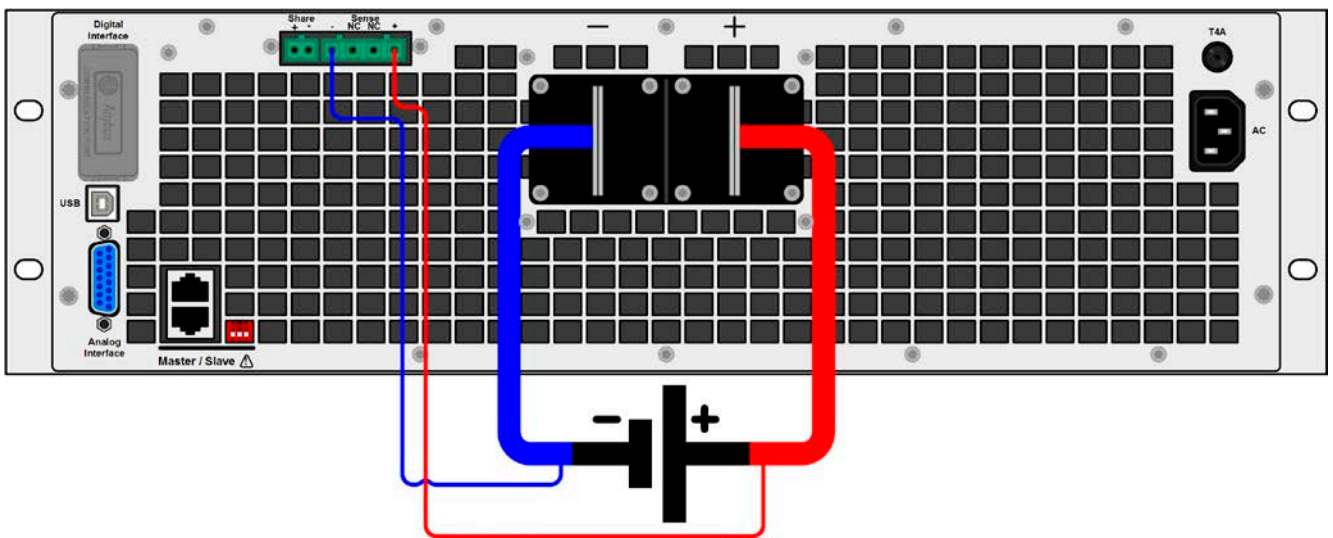

Bild 12 - Beispiel zur Fernführungsverdrahtung
- Die Fernführung ist nur im Konstantspannungsbetrieb (CV) wirksam und der Fernführungsanschluß sollte möglichst nur solange angeschlossen bleiben, wie CV benutzt wird, weil die Schwingneigung des Systems durch Verbinden der Fernführung generell erhöht wird.
- (+) Sense darf nur am (+) der Quelle und (-) Sense nur am (-) der Quelle angeschlossen werden. Ansonsten könnte die elektronische Last beschädigt werden. Siehe auch Bild 12.